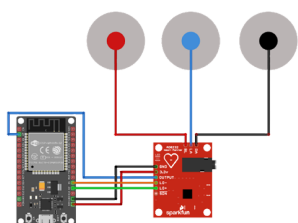

Figura 1 - Monitor de Saúde.
- Dispositivos médicos inteligentes, incluindo monitores de saúde viáveis, como se pode observar na Figura 1.